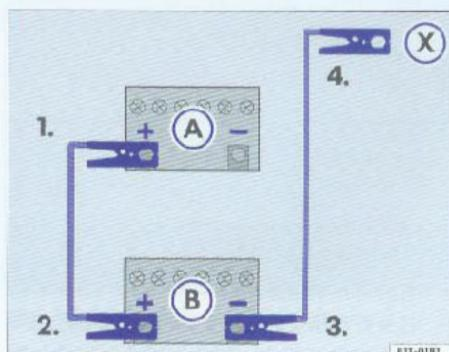

图35 连接跨接电缆的方法
1. 将红色跨接电缆一端连接到无电蓄电池(A)的正极(+)上 → 图35。